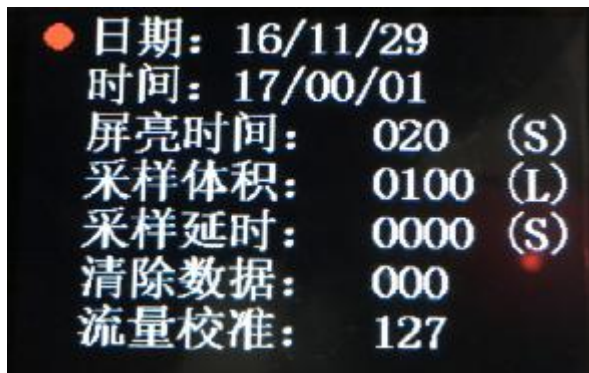

图 2
(5) 在主界面状态时，按“功能”即可进入设置界面（如图2）。